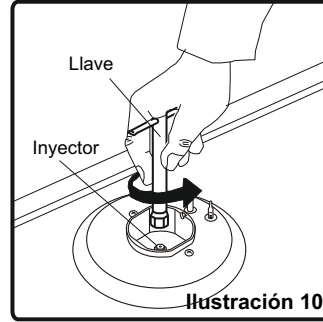

Ilustración 10
- Desenrosque los inyectores. Para ello, utilice una llave de 7mm (Ilustración 10).